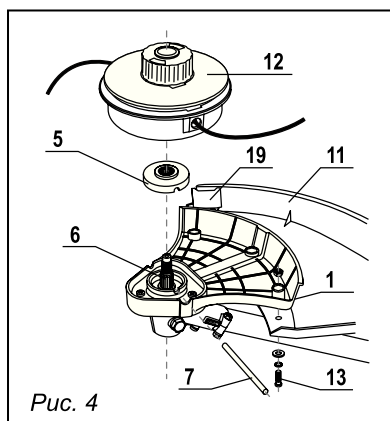

Рис. 4
5.2 Установка кассеты с леской (рис. 4)